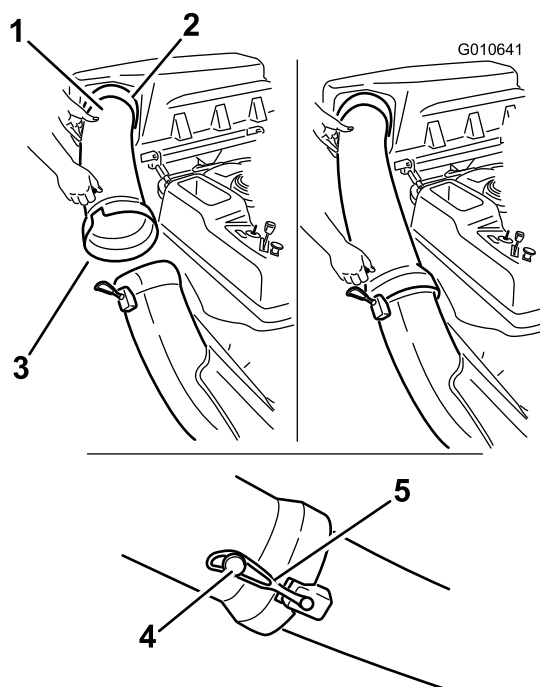

Figure 20
1. Glissez l'extrémité courbe du tube d'éjection dans l'ouverture du couvercle du système de ramassage (Figure 20).
2. Glissez l'extrémité évasée du tube d'éjection sur l'extrémité de la goulotte. Accrochez la sangle en caoutchouc de la goulotte à l'ergot situé sur le tube d'éjection pour le fixer en position (Figure 20).